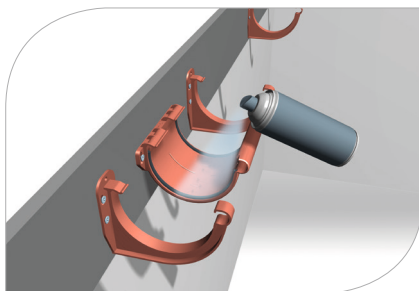

рис. 5
- 1.9 Перед монтажом системы Galeco PVC следует смазать уплотнители фитингов скользящим средством для обеспечения лучшего движения желоба во время изменений температуры **(рис. 5)**